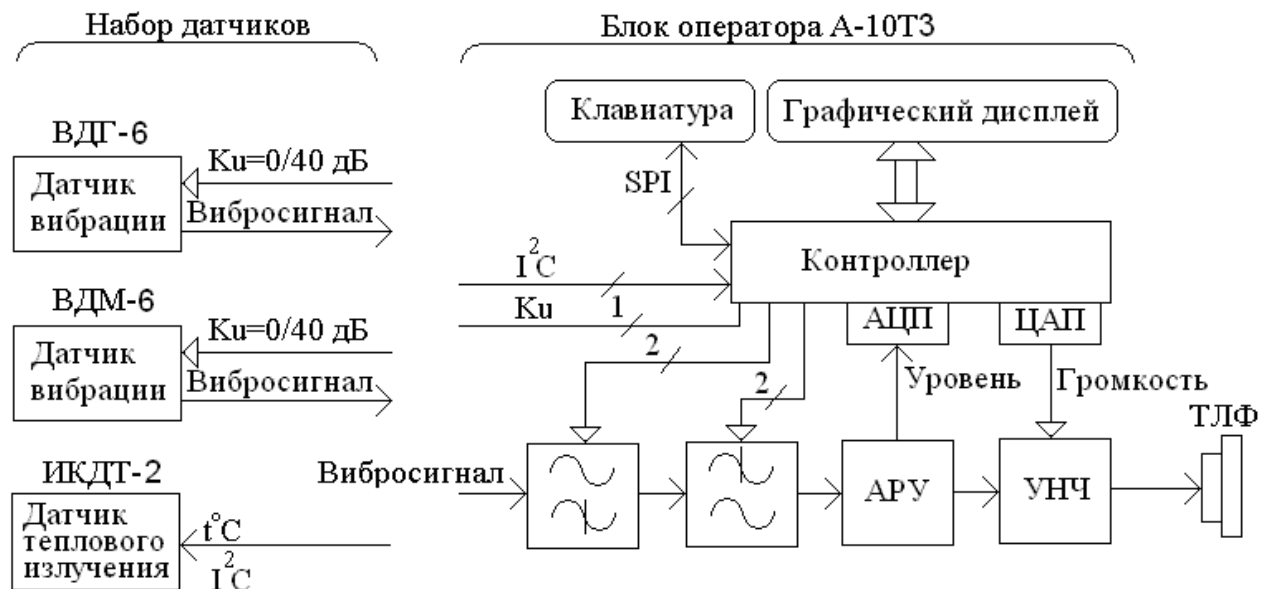

Рис.8. Структурная схема течеискателя А-10ТЗ
1.4.3. Структурная схема течеискателя А-10ТЗ приведена на рис.8. Течеискатель имеет отдельные каналы обработки вибросигнала и измерения температуры. При подключении одного из вибродатчиков ВДГ-6, ВДМ-6 работает только канал обработки вибросигнала. При подключении датчика ИКДТ-2 работает канал измерения температуры.